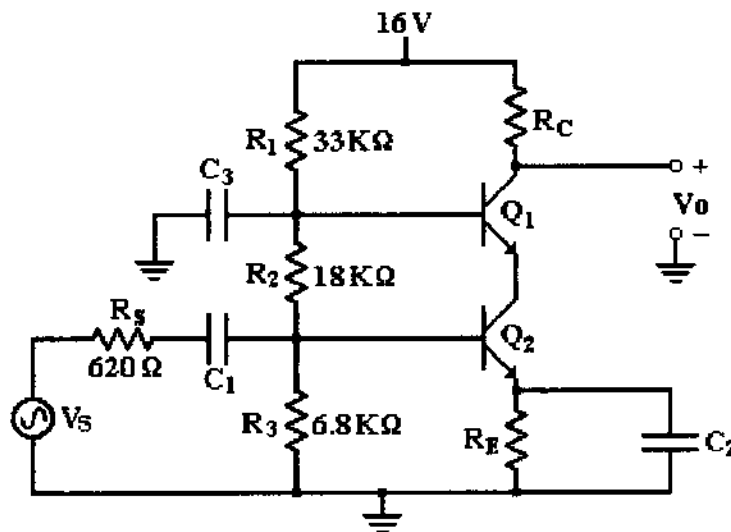

Figura 7.1
- 1.- ¿Qué tipo de amplificador se muestra en la figura 7.1?
- 1.- Arme el circuito de la figura 7.1 con los componentes calculados y mida el punto de operación.